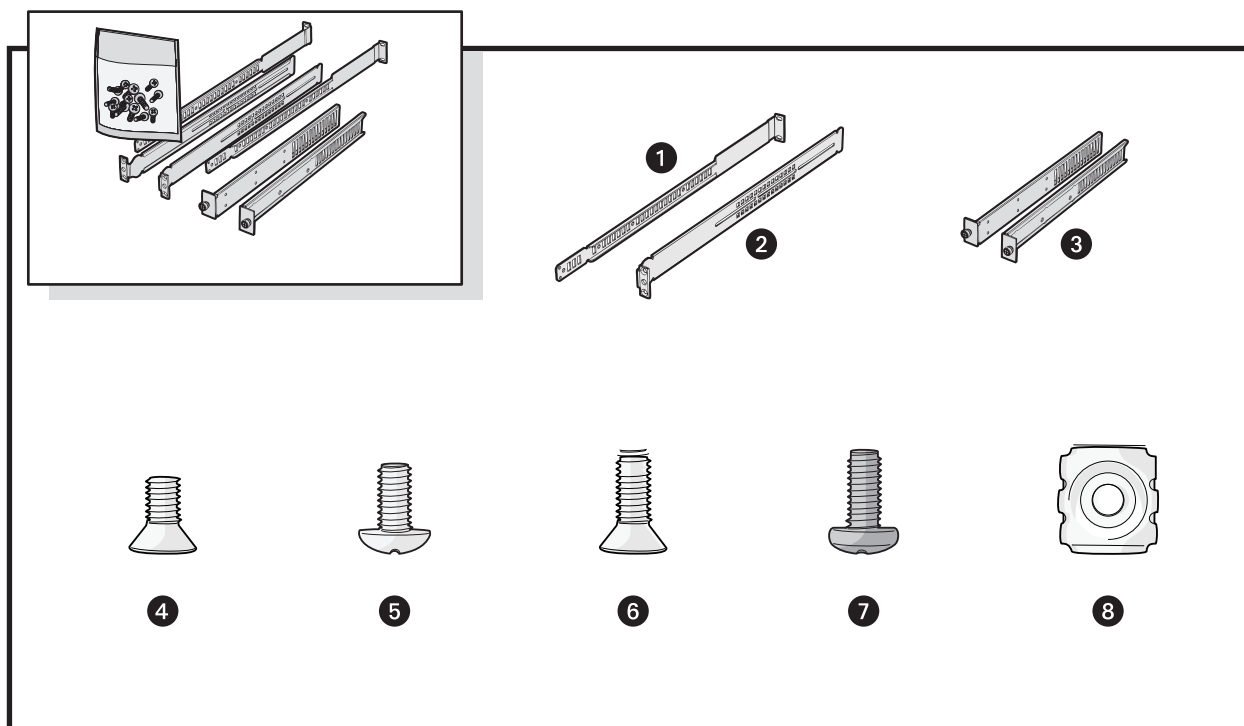

图 3. 机架装配套件
**注意：**第 8 页上的图 3 标识了这个步骤中使用的每个硬件。